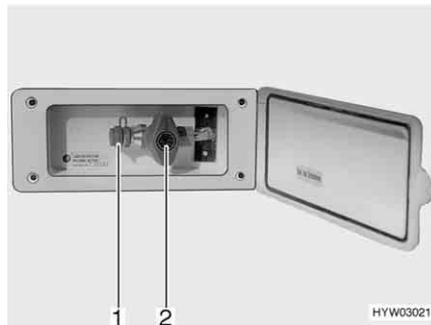

Fig. 127 Toma exterior de gas, válvula de paso de gas cerrada
La toma externa de gas (Fig. 127) está, en función del modelo, en la parte trasera o en el lado izquierdo o derecho del vehículo.
- Conectar el aparato de gas externo en el punto de conexión (Fig. 127,1).
- Abrir la válvula de paso de gas (Fig. 127,2).